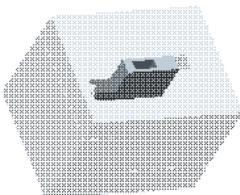

图 26.28 “切除”拉伸特征
Step3. 创建图 26.28 所示的“切除”拉伸特征。
(1) 单击 模具 功能选项卡 形状 ▾ 区域中的 拉伸 按钮，此时系统弹出“拉伸”操控板，将“去除”材料按钮 按下。
(2) 定义草绘截面放置属性。在绘图区中右击，选择快捷菜单中的 定义内部草绘... 命令。系统弹出“草绘”对话框，然后选择 MOLD_FRONT 基准平面作为草绘平面，草绘平面的参考平面为 MOLD_RIGHT 基准平面，方位为 右，单击 草绘 按钮，系统进入截面草绘环境。